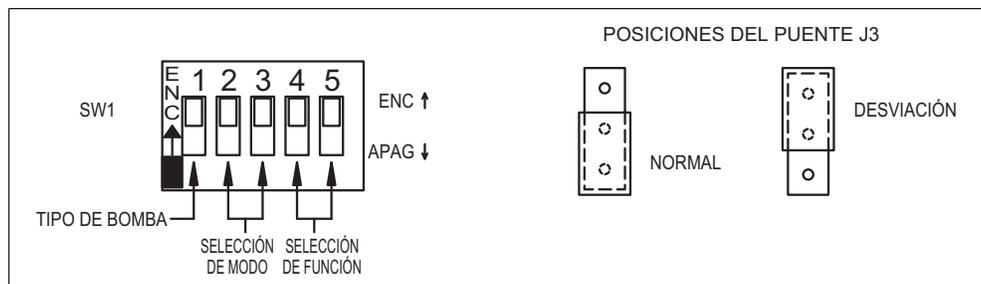

Figura 9. Interruptor Dip SW1 y puente de desviación J3
2. Coloque el puente de desviación en la posición de desviación (Figura 9)
3. Coloque los cinco interruptores DIP de programación del tipo de motor (Figura 9) en las posiciones indicadas en la Tabla 5 para su tipo de motor.
10. La unidad se debe calibrar cada vez que realice la programación del tipo de motor incluso si el tipo de motor no cambia. Establezca los cinco interruptores DIP en la configuración deseada de tipo y modo de bomba/selección de función (consulte la Figura 9). **NOTA:** La unidad no se calibrará si no se ha programado el tipo de motor.
Cada controlador debe tener su servicio establecido por medio del banco de interruptores DIP etiquetado SW1 en el tablero de circuitos (Figura 9).